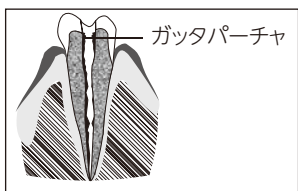

図16
- e) ガッタパーチャが充填されている根管の再治療：根管にある残留物を完全に取除き、少量の生理食塩水を注入してから測定してください（図16）。